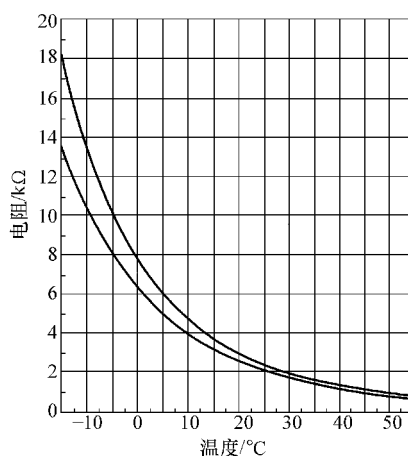

图 7-37 温度传感器电阻值
5) 使用万用表检查车内温度传感器电阻值变化, 如图 7-37 所示。电阻值是否在规定范围内?
5) 使用万用表检查蒸发器温度传感器电阻值变化，如图 7-37 所示。电阻值是否在规定的范围内？